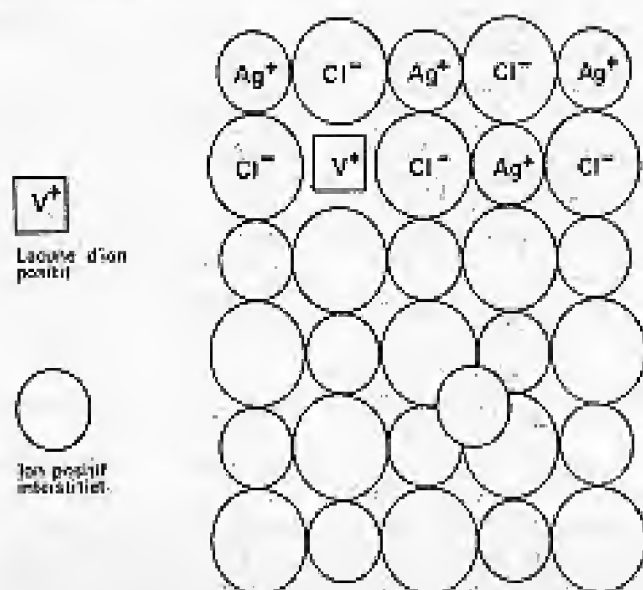

Fig. 1. - Défauts de Frenkel.
- Les défauts de Frenkel : qui résultent du déplacement d'un certain nombre d'ions de leurs positions normales vers des positions interstitielles dans la maille (fig. 1).